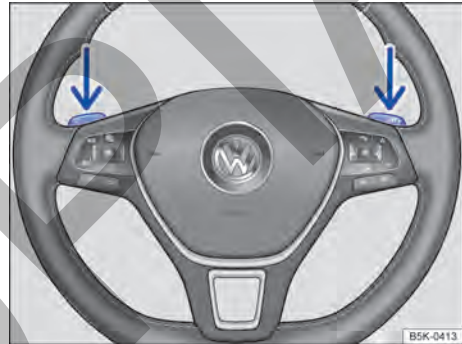

Fig. 94 Volante con selectores basculantes de Tiptronic.
- Presione la leva derecha → fig. 94 hacia el volante para aumentar la marcha.